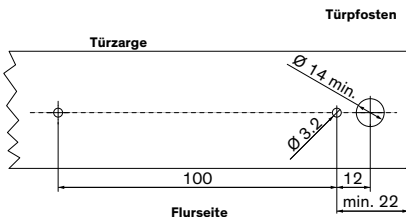

Abb. 19: Bohrschablone
- Für die Montagebox im Abstand von 100 mm zwei Löcher von 3.2 mm und für das Sensorkabel ein Loch von 14 mm in die Türzarge bohren (Abb. 19).